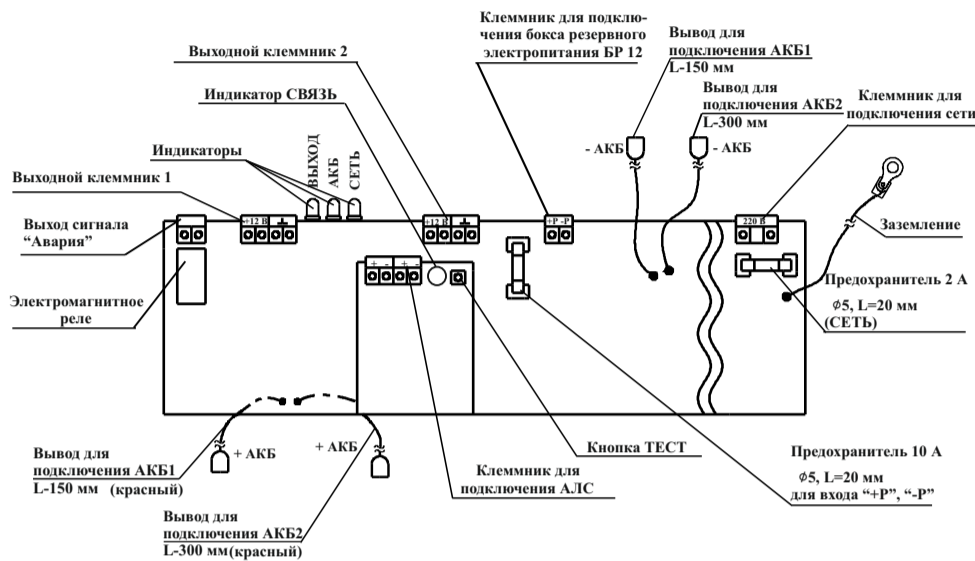

Рисунок 1
6.3 Подключение источника (см. рисунок 1) производить в следующей последовательности:
Если используется только одна АКБ, рекомендуется подключить её к коротким выводам АКБ 1 (L-150 мм) в соответствии с цветовой маркировкой (см. рисунок 1) и выбрать её в настройках при конфигурировании системы.